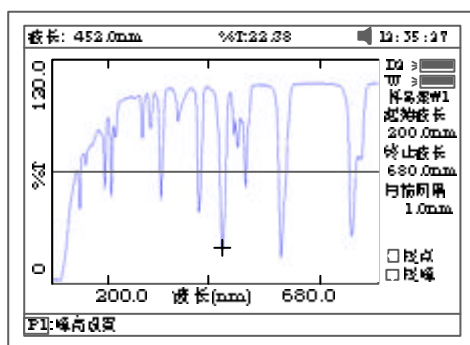

图 51
b. 逐点峰谷检索：按【】键从左到右逐点进行峰谷检索，按【】键从右到左逐点进行峰谷检索，检索数据同样显示在显示屏的第一行。图 51 示。